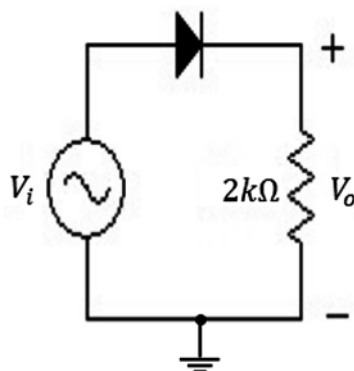

Figura 3.22 Ejercicio de aplicación. Fuente: Elaboración propia
- d) En el circuito de la figura 3.22, la corriente de salida es de $49,51\text{ mA}$. Se pide hallar el V_{AC} de entrada. Considere el diodo ideal.